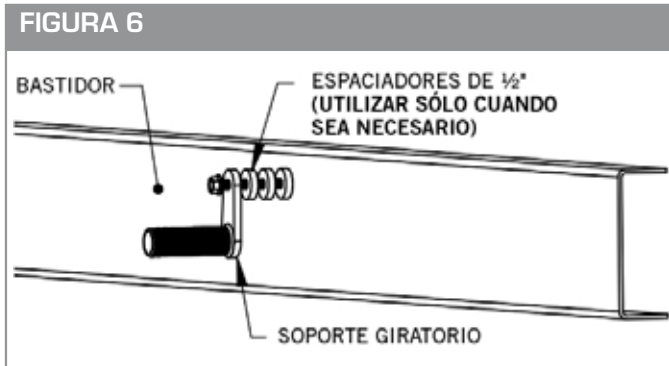

FIGURA 7
- Una vez que los soportes estén en posición con el guardafango, apriete el 5/8" x 4-1/2" que atraviese el soporte giratorio (PB5015) para fijar el giratorio de forma segura al bastidor. (Ver la Figura 7)